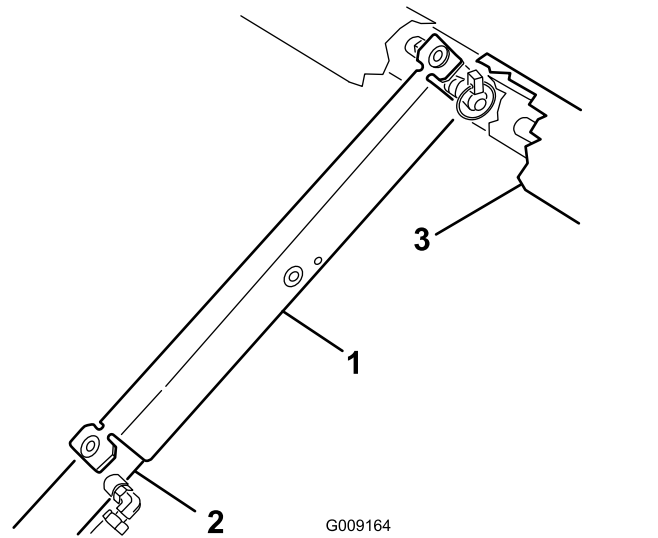

Figura 29
3. Empuje el soporte de la plataforma sobre la varilla del cilindro y asegúrese de que los extremos del soporte descansan sobre el extremo del cuerpo del cilindro y el extremo de la varilla del cilindro (Figura 29).